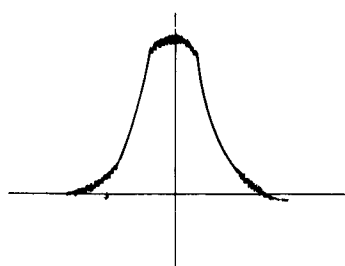

Fig. 10
**Note 5:** Using a sweep generator, input the weak signal (with a level causing noise on the IF waveform as shown in Fig. 10) so that the waveform becomes maximum and symmetrical.
**Remarque 5:** A l'aide d'un générateur de balayage, entrez le signal faible (ayant un bruit générateur de niveau sur la forme d'onde moyenne fréquence comme indiqué en figure 10) de sorte que la forme d'onde devienne maximale et symétrique.